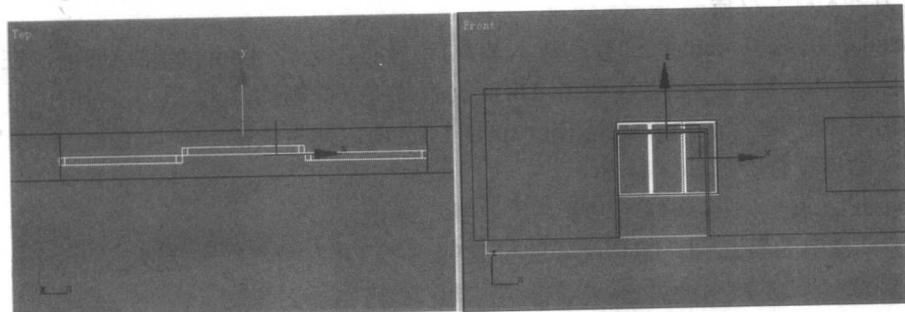

图 1-18 复制的造型
**④** 确认拉伸后的造型处于选择状态，单击工具栏中的 **⊕** 按钮，在顶视图中以 **Instance**(关联)的方式沿 X 轴方向复制两个，调整它们的位置如图 1-18 所示。